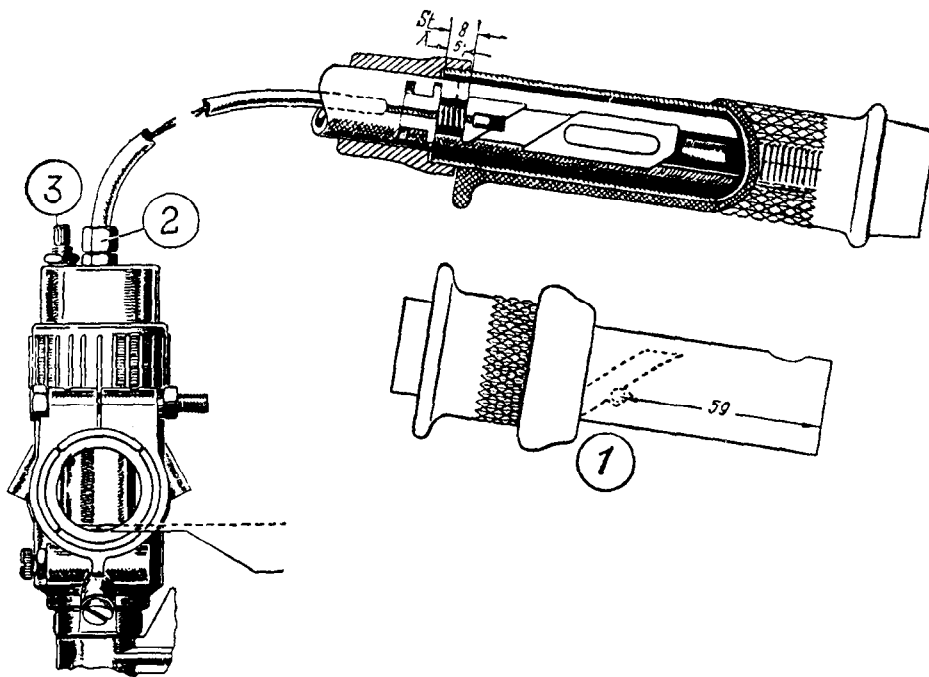

Bild 111. Anschlagfeder
Am Drehgriff muß die Anschlagnase (1) entfernt werden (sofern Sie es nicht vorziehen, gleich einen Drehgriff ohne Anschlag zu kaufen). Dazu wird der Gummiüberzug zurückgerollt und, wie in Bild 111 gezeigt, auf Mitte Anschlag angekörnert. Das Längenmaß dafür ist angegeben, für die Seitenrichtung wird durch das Rohr anvisiert. Zum Ankörnen sowie zum Bohren wird ein passendes Rundholz in das Griffrohr gesteckt (notfalls geht auch ein Besenstiel), damit die punktgeschweißte Spirale nicht abgedrückt wird. Deshalb auch den 4- oder 4,5-mm-Bohrer vorher schleifen.